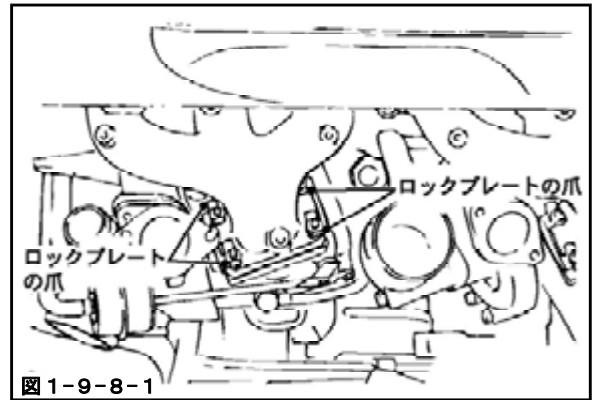

図1-9-8-1
- (1) F, Rのエキゾーストマニホールド(以下、EXマニとする)とターボチャージャAssy取付部のロックプレートの爪を開き、ナット(F, R各4個)を取外してください。(図1-9-8-1)
- (2) F, RのターボチャージャAssyをEXマニから取外し、EXマニの下側に降ろしてください。(図1-9-8-2)